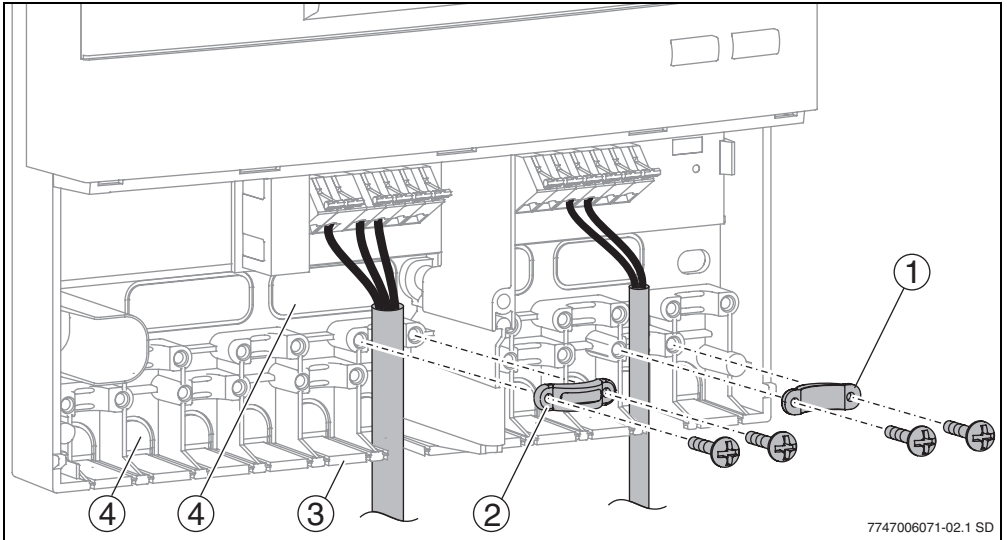

Fig. 5 Paso y fijación de los cables
Según la situación de montaje, los cables se pueden introducir en la caja por detrás (→ fig. 5, 4) o por abajo (→ fig. 5, 3).
- ▶ Haga el paso para cables con un cuchillo (→ fig. 5) para que no quede ningún borde cortante.
- ▶ En el caso de introducir los cables por abajo, asegure los cables con el dispositivo antitracción correspondiente (→ fig. 5, 2). El dispositivo antitracción también se puede montar al revés (→ fig. 5, 1).